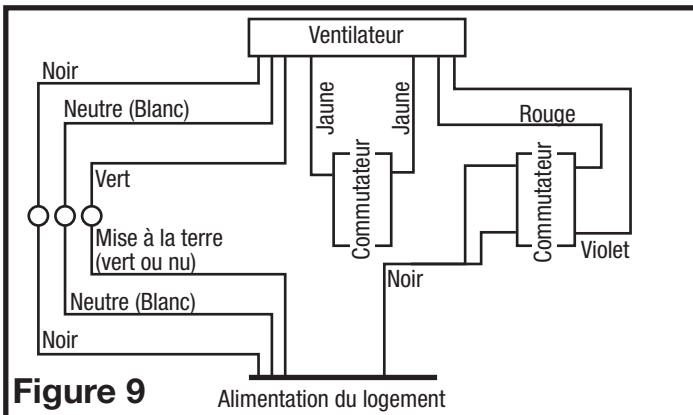

Figure 9
2. **Ventilation continue:** Fixez les fils électriques au logement avec une prise électrique approuvée. Pour les ventilateurs à deux vitesses, raccordés pour une ventilation continue. Connectez le fil blanc du ventilateur au fil blanc (neutre) de la source d'alimentation. Connectez le fil de terre de la maison au fil vert du boîtier du ventilateur. Connectez le fil noir du ventilateur au fil noir (chaud) de la source d'alimentation. Utilisez un interrupteur à bascule standard duplex, correctement mis à terre (comme Leviton 5224-2W, non inclus) pour relier le fil noir de la source d'alimentation à un côté de l'interrupteur du haut et du bas. Connectez le fil rouge (lumière) du boîtier du ventilateur à l'autre côté de l'interrupteur du haut et connectez le fil violet (veilleuse) du boîtier du ventilateur à l'autre côté de l'interrupteur du bas. Utilisez un deuxième interrupteur à bascule standard duplex, correctement mis à terre, pour relier le fil jaune chaud du ventilateur à l'entrée de l'interrupteur. Connectez le deuxième fil jaune du ventilateur au côté de sortie du commutateur. Fermer l'interrupteur changera la vitesse de normale à haute vitesse (Figure 9).